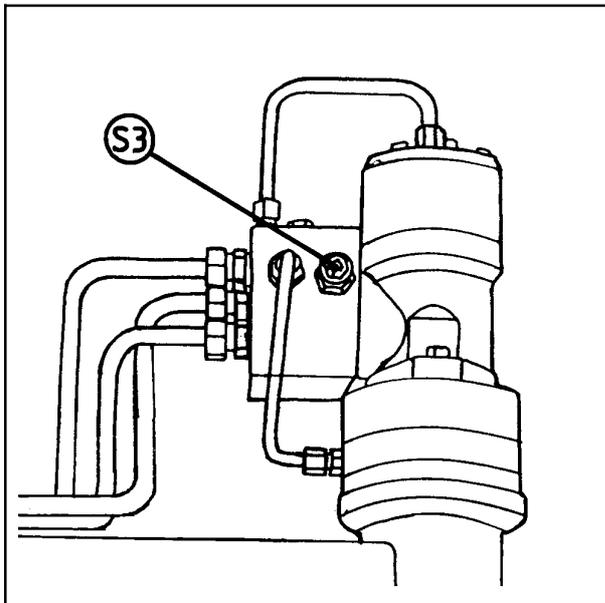

Bild 14-3
- b) **Sicherheitsventil an der Minusseite.** (S3, Abb.14-3).
- b) Das Sicherheitsventil (S3) kann undicht sein, und das Öl am Wickelarmmotor vorbeiströmen, siehe Abb.14-3. Das Ventil ausbauen und überprüfen, ob sich der Kolben frei bewegen kann.